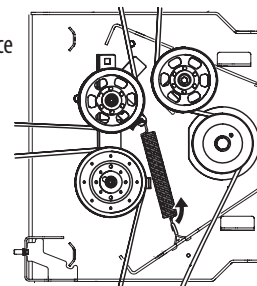

Figure 46
- b. Décrochez le ressort de la poulie du crochet sur le côté droit du milieu du plateau. Voir Figure 46.